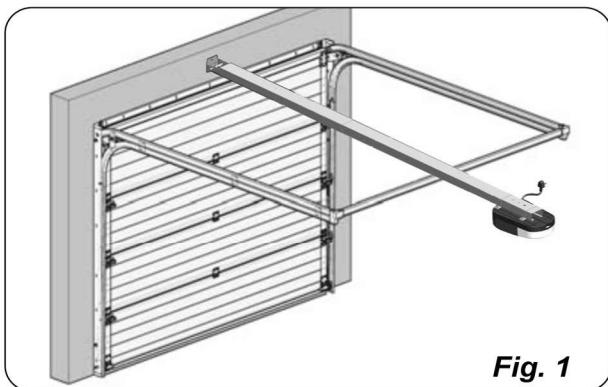

Fig. 1
- Mettre en place l'ensemble de la motorisation (fig. 1)